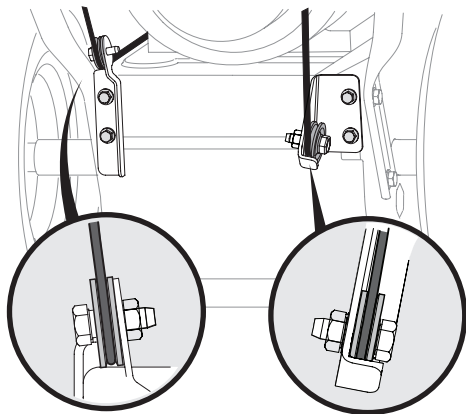

Рис. 6. Положение тросов на роликах
- пропустите тросы через ролики на кронштейнах рамы снегоотбрасывателя (Рис. 6);
Убедитесь в том, что тросы включения шнеков (левый) и включения хода (правый) установлены в ручки роликов (Рис. 6). В противном случае, при попытке включить шнеки или ход снегоотбрасывателя тросы будут повреждены. На механическое повреждение тросов гарантия производителя и поставщика не распространяется.